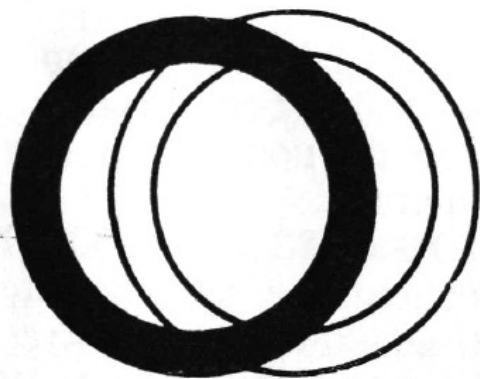

Рис. 4
7.7. Включите вращением револьверного диска конденсора требуемую кольцевую диафрагму, при этом в окне кожуха конденсора должна появиться цифра, соответствующая увеличению выбранного объектива; во вспомогательном микроскопе помимо фазового кольца объектива должно быть видно светлое кольцо диафрагмы (рис. 4).